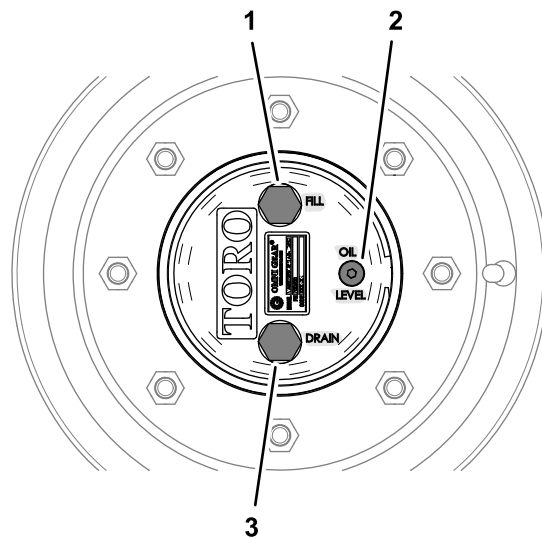

Bild 83
1. Bild 83 Stellen Sie die Maschine auf einer ebenen Fläche und positionieren Sie das Rad so, dass sich die Füllschraube auf der höchsten (12-Uhr-Stellung) und die Ablassschraube auf der niedrigsten Position (6-Uhr-Stellung) befindet.
1. Stellen Sie die Maschine auf einer ebenen Fläche und positionieren Sie das Rad so, dass sich die Füllschraube auf der höchsten (12 Uhr-Stellung) und die Ablassschraube auf der niedrigsten Position (6 Uhr-Stellung) befindet, siehe **Bild 83** in **Prüfen des Ölstands im Planetengetriebe** (Seite 69).